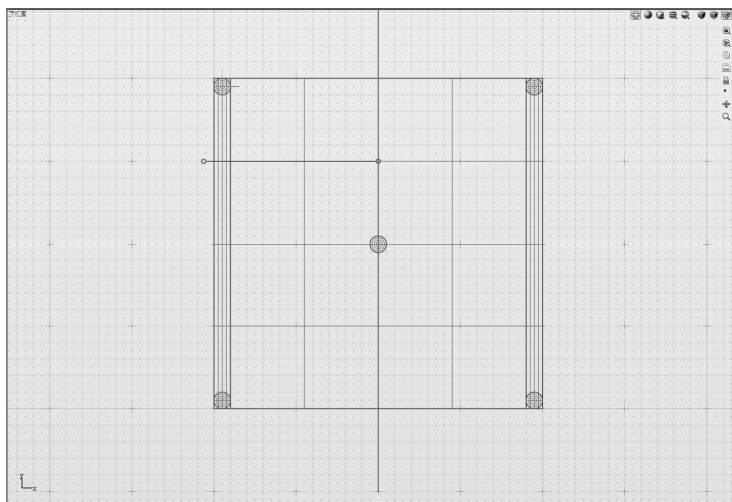

图 5-14 基于 Y 轴镜像另一侧的两个柱体
- 3) 再次利用“镜像”工具，将前面“关联复制”及“镜像”两步操作获得的两个桌腿再基于 Y 轴镜像，获得全部桌腿，如图 5-14 所示。